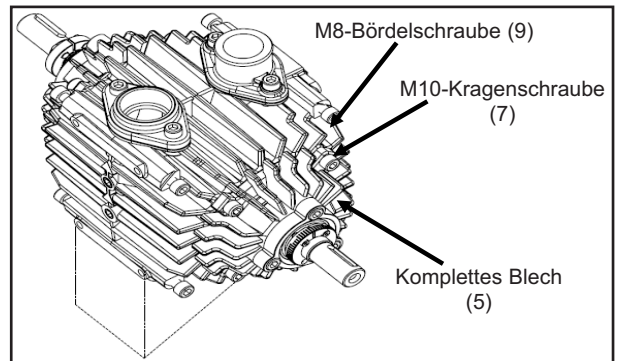

Abb. 27
5. Das zweite komplette Blech wie in Schritt 2 beschrieben einbauen ; siehe Abb. 27.